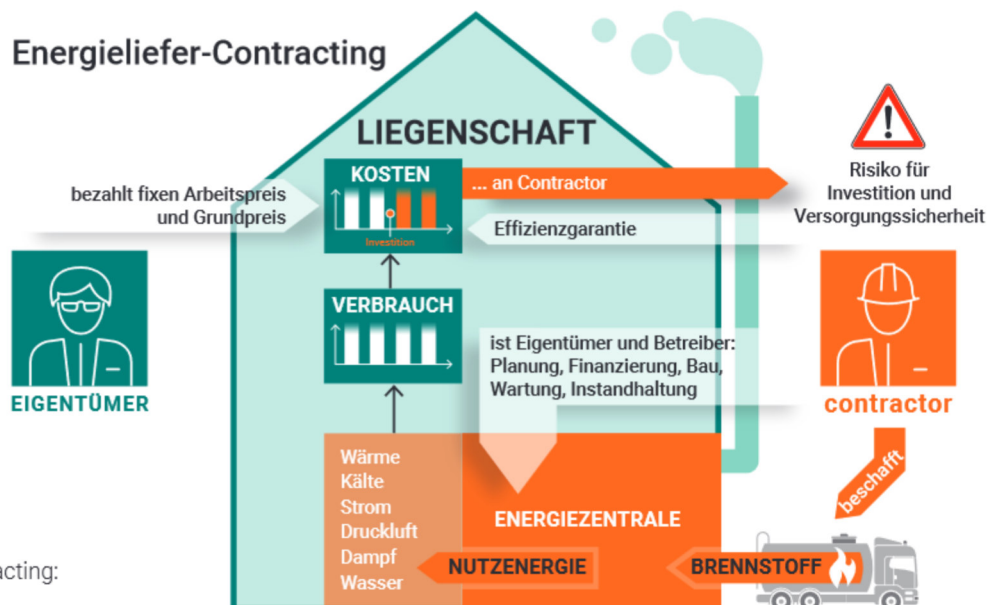

Abb. 10: Energieliefer-Contracting: Wer macht was?
1. Der Contractor übernimmt das komplette Leistungsspektrum und liefert Wärme und Strom (vgl. Abbildung 10).